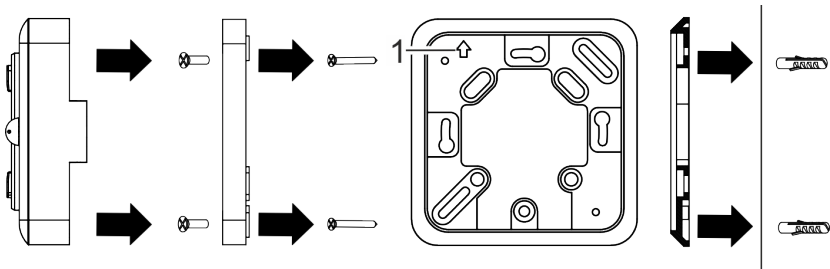

Abb. 6: Montage auf eine Unterputzdose und Aufputzmontage
1. Die Montageplatte mit Schrauben (3,5 x 25 mm) auf die Unterputzdose montieren (Abb. 6).
Der Pfeil (Abb. 6/1) auf der Montageplatte muss nach oben zeigen.
- Den Gehäuseboden des Geräts mit den Schrauben (3 x 6 mm) auf die Montageplatte montieren (Abb. 6).
4. Den Gehäuseboden mit den Schrauben (3,5 x 25 mm) an den Wanddübeln befestigen (Abb. 6).